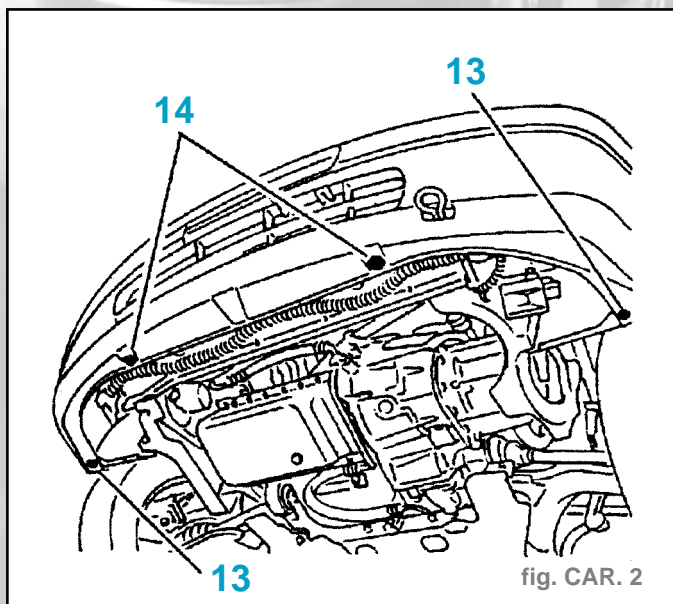

fig. CAR. 2
- les fixations (9),
- le cache (10).
- Déposer les fixations (13), (14) (fig. CAR. 2).
- Pont élévateur en position haute: déposer les fixations (13) et (14) (fig. CAR. 2).